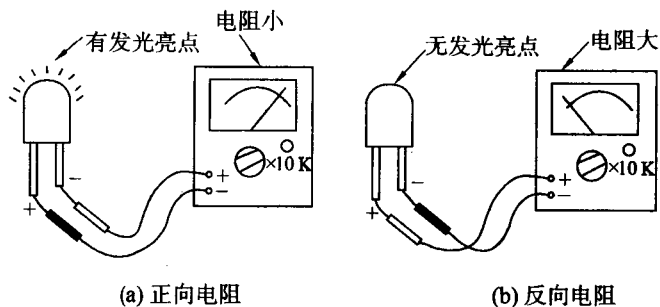

图 1-4
2.5 用指针式万用表 检测发光二极管时,必须使用“ $R \times 10 K$ ”挡,因此挡接表内 9 V 高压电池,当黑表笔接发光二极管正极,红表笔接发光二极管负极时,好的发光二极管会发光,如图 1-4 所示。由此,可确定发光二极管是否是好的。由于发光二极管的管压降为 2 V 左右,而指针式万用表的“ $R \times 1 K$ ”及以下各挡接表内电池是 1.5 V,低于管压降,不能点亮发光二极管,因此不能用“ $R \times 1 K$ ”以下低阻挡测发光二极管。